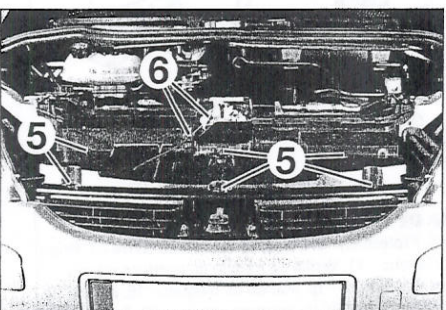

FIGURA 11-3
- Desmontar los clips de fijación de la tapa superior (5) y separar el cable de mando de apertura de capó (6) (figura 11-3).